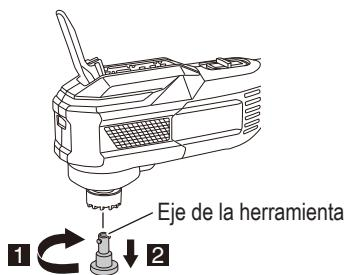

Fig. 9
- (2) Retire el eje de la herramienta mientras lo gira en sentido contrario a las agujas del reloj. (Fig. 9)